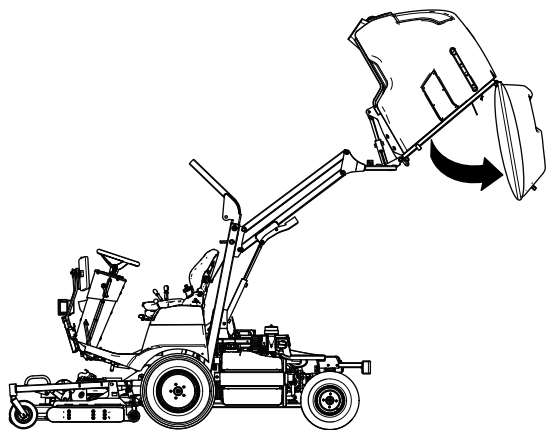

Figura 140
2. Eleve la tolva (Figura 140) a la posición más alta; consulte Elevación de la tolva \(página 31\).
3. Vacíe la tolva (Figura 140) y déjela en la posición totalmente vaciada, con la puerta trasera colgando libremente; consulte Vaciado de la tolva \(página 32\).